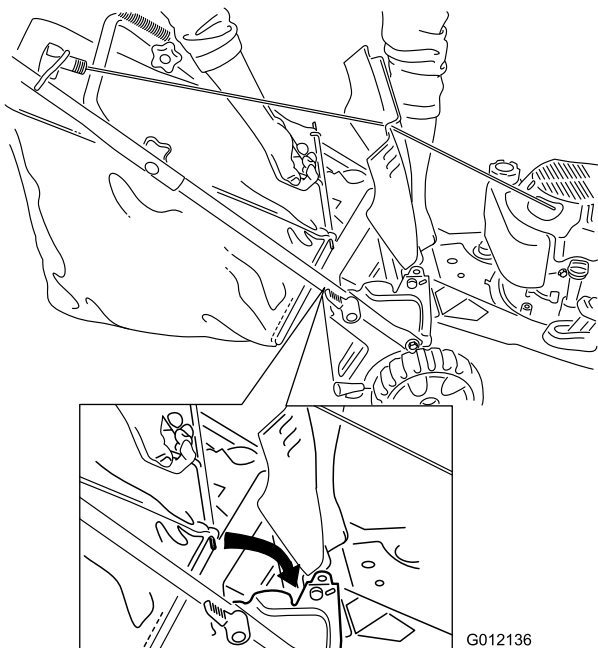

Figura 16
2. Mantenete sollevato lo sportello posteriore, agganciate il cesto di raccolta nelle apposite tacche e abbassate lo sportello posteriore (Figura 16).